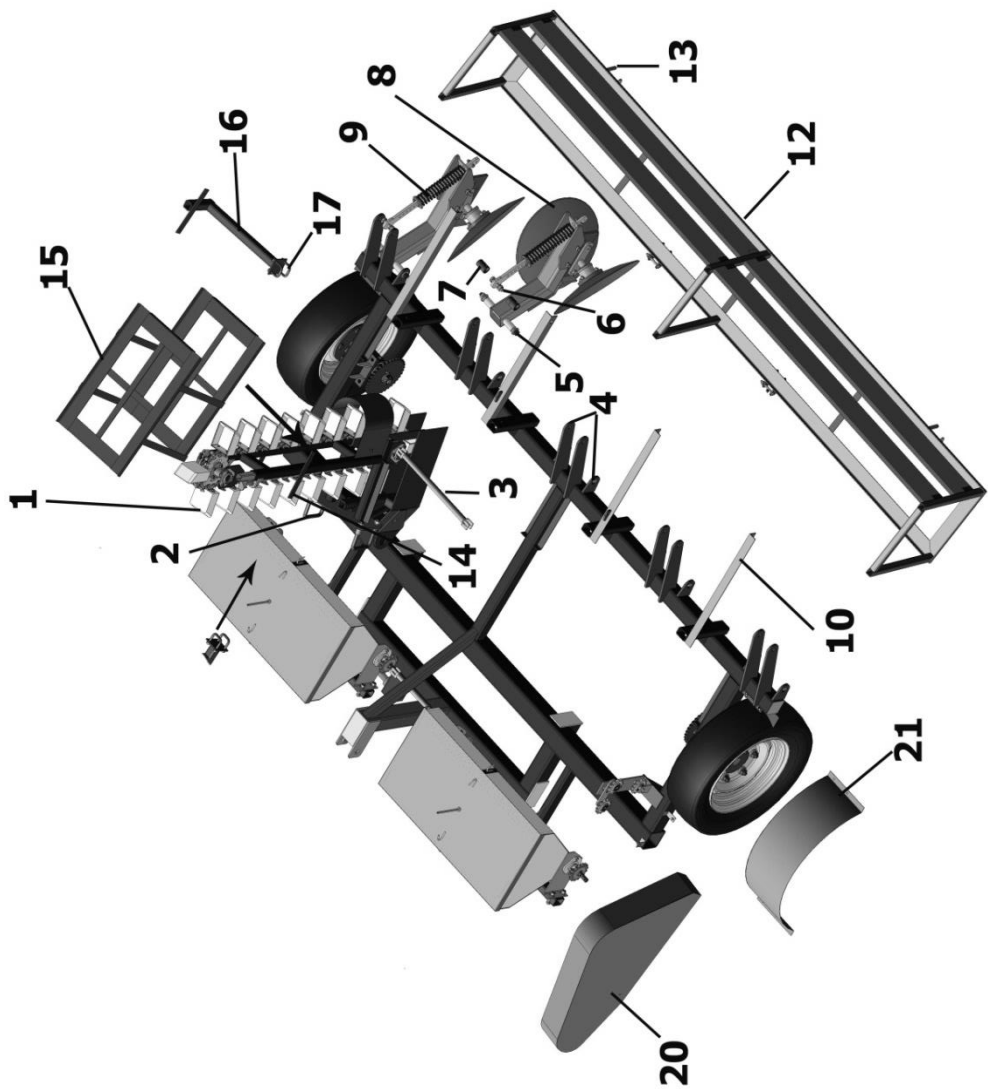

Рисунок 7 – Схема досборки машины
5.12 При поставке машины в частично разобранном виде досборку производить в следующем порядке (рисунок 7):